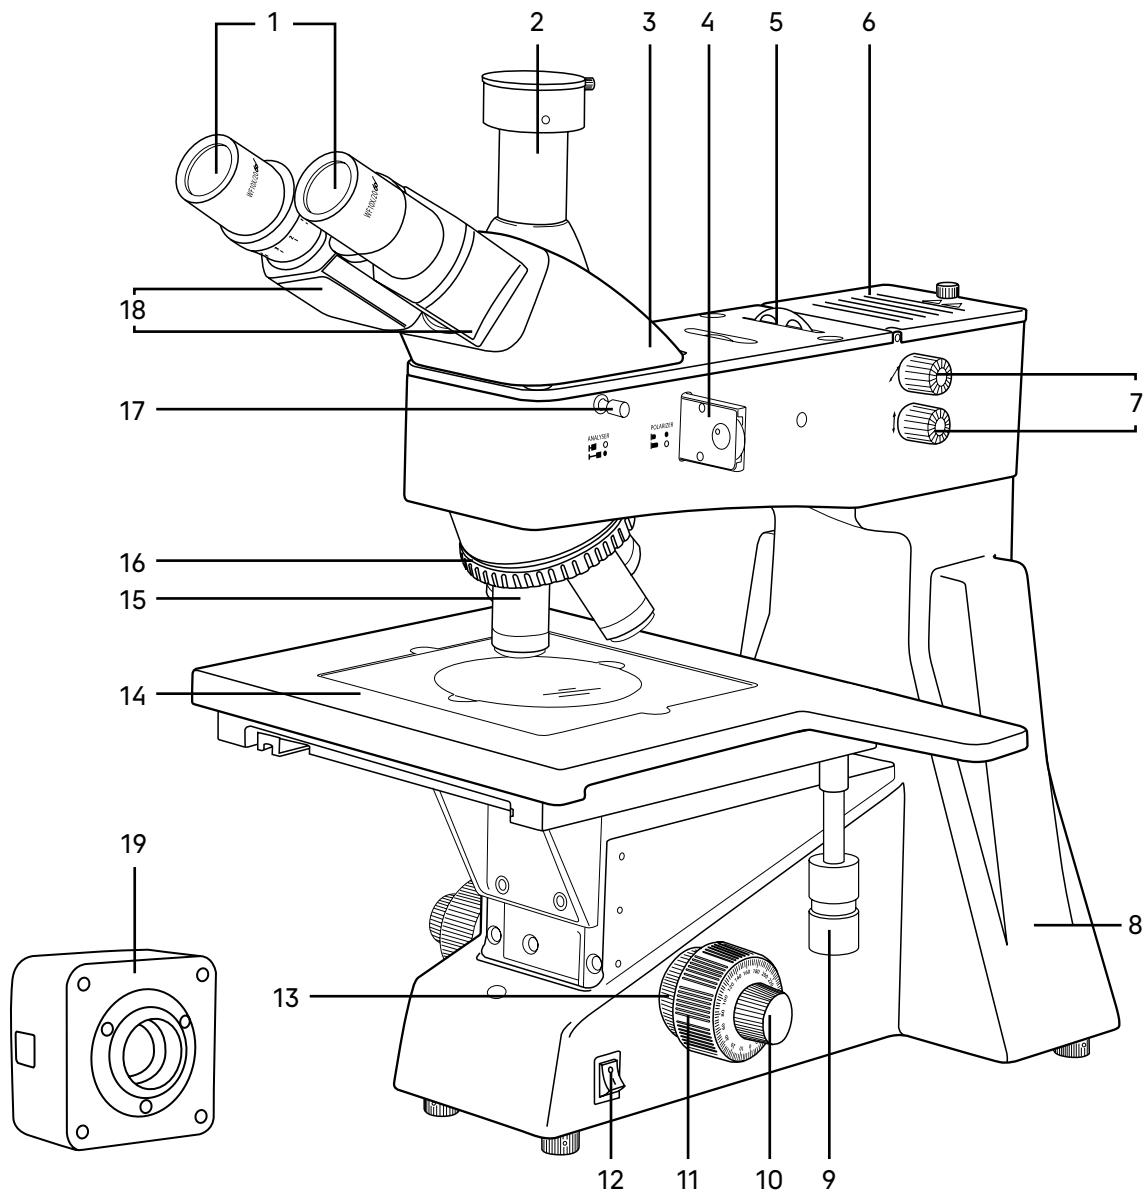
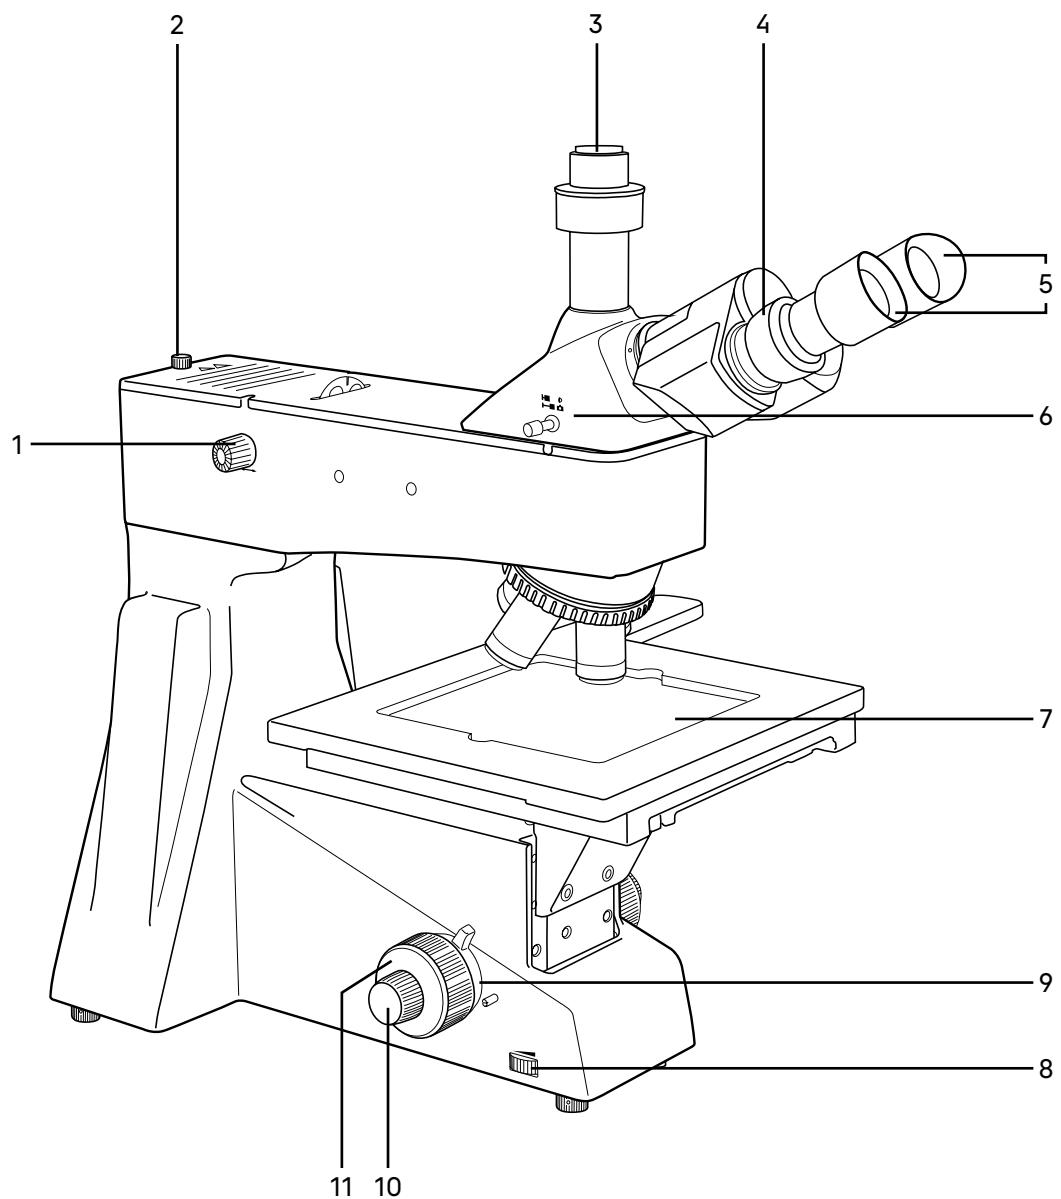

Рис. 1. Микроскоп MAGUS Metal D650. Вид справа
Рис. 2. Микроскоп MAGUS Metal D650. Вид слева
Общий вид микроскопа представлен на рис. 1 и 2.
На штативе 8 (рис. 1) закреплены:
- осветитель отраженного света 6 (рис. 1);
- предметный столик 14 (рис. 1).
На правой боковой поверхности штатива расположен выключатель 12 (рис. 1) сетевого напряжения.
На левой боковой поверхности штатива расположен диск для регулировки напряжения питания источника света 8 (рис. 2).
Фокусировка на объект осуществляется перемещением по высоте предметного столика. Грубая фокусировка производится вращением рукояток 10 (рис. 1, 2).
Тонкая фокусировка производится вращением рукояток 9 (рис. 1, 2). Тонкая фокусировка требуется для более точного фокусирования на объект и для подфокусировки микроскопа на резкость изображения при смене объективов и препаратов. Цена деления тонкой фокусировки – 0,7 мкм.
Механизм регулировки жесткости хода грубой фокусировки 13 (рис. 1) – кольцо между штативом и рукояткой грубой фокусировки с правой стороны. С помощью кольца регулируется жесткость хода грубой фокусировки так, чтобы жесткость была комфортной для пользователя, но при этом предметный столик не опускался самопроизвольно во время работы.
Механизм блокировки грубой фокусировки 9 (рис. 2) расположен с левой стороны. После завершения грубой фокусировки рекомендуется перевести рукоятку в крайнее положение в направлении по часовой стрелке. Таким образом закрепится положение грубой фокусировки для быстрой рефокусировки после смены препарата.
Тринокулярная визуальная насадка 3 (рис. 1) обеспечивает визуальное наблюдение изображения объекта.
В вертикальный тубус 2 (рис. 1) корпуса визуальной насадки (канал визуализации) с помощью переходника C-mount 3 (рис. 2) устанавливается система визуализации с монитором. Переключение светового потока на вертикальный тубус производится рукояткой 6 (рис. 2), расположенной на левой стенке визуальной насадки. Рукоятка имеет два положения: 100/0 и 0/100.
В комплект микроскопа входят окуляры 1 (рис. 1). Окуляры имеют высокое положение выходного зрачка и предназначены для работы как в очках, так и без них.
Револьверное устройство 16 (рис. 1) обеспечивает установку пяти объективов 15 (рис. 1). Смена объективов производится вращением револьверного устройства за конусную рифленую поверхность до фиксированного положения.
Двухкоординатный механический предметный столик 14 (рис. 1) закреплен на штативе.
Перемещение столика осуществляется как при помощи рукоятки 9 (рис. 1), так и при помощи выступающей ручки на столике.
В центр столика устанавливается квадратная стеклянная вставка 7 (рис. 2). Размеры вставки: 218 x 218 мм.
Для проведения наблюдений в поляризованном свете микроскоп оснащен устройством простой поляризации, которое включает в себя встроенный анализатор 17 (рис. 1) и съемный поляризатор 4 (рис. 1). Поляризатор вращается в диапазоне 0–360°.
В комплект микроскопа входит круглая пластина со светофильтрами 5 (рис. 1). Пластина имеет 5 положений: желтый, зеленый, синий, матовый фильтры, а также свободное отверстие. Светофильтры помогают правильно настроить цветопередачу в зависимости от образца исследования, улучшить цветовой баланс и повысить контрастность и яркость изображения.